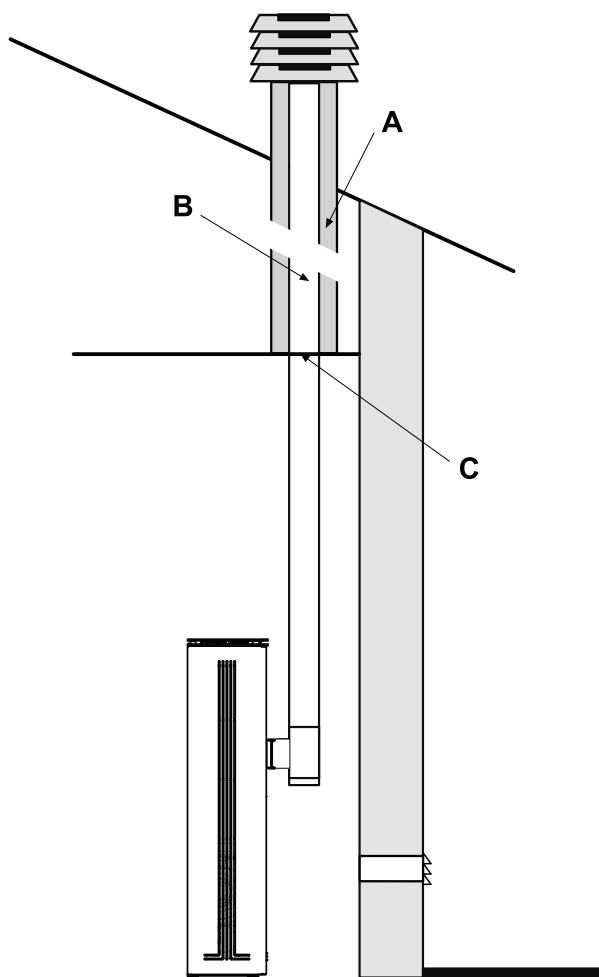

Fig. 5.5.5
In caso di canna fumaria di sezione maggiore è necessario "intubare" la canna fumaria con una tubazione in acciaio (con diametro in funzione del percorso) opportunamente isolata (Fig. 5.5.5).
- **If the flue section is bigger it must be ducted** using an adequately insulated steel pipe (the diameter depends on the length of the path) (Fig. 5.5.5).
- **Bei einem Rauchfang mit größeren Innenmaßen muss** ein dementsprechend isoliertes Stahlrohr (mit Durchmesser je nach Strecke) eingeführt werden (Abb. 5.5.5).